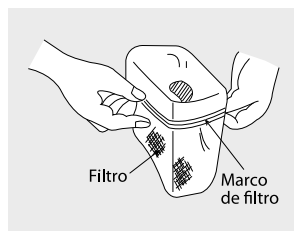

Figura 25
- Voltee el filtro y enjuague con agua. (Figura 25)